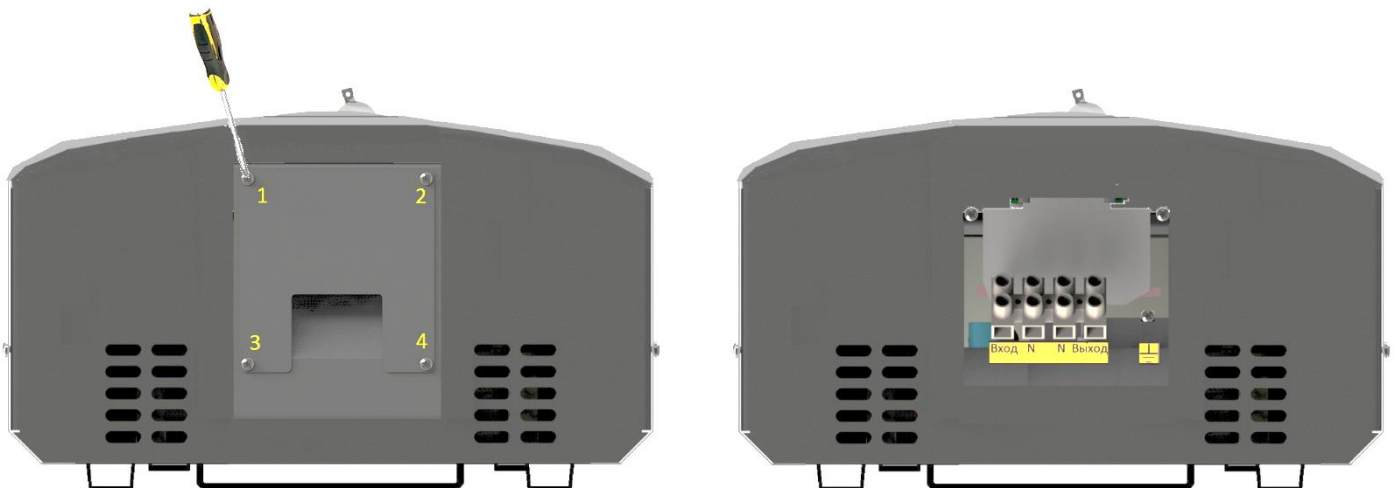

Рисунок 12. Схема зняття захисної кришки знизу корпусу стабілізатора
2. За допомогою викрутки відкрити 4 гвинти захисної кришки з нижньої частини стабілізатора для доступу до клемної колодці (див . рисунок 12).